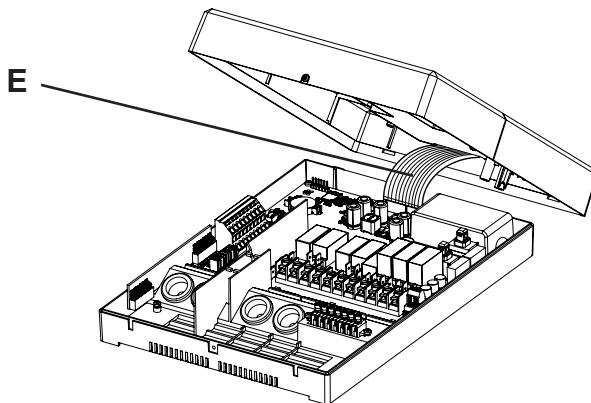

Abb.3 Flachbandkabel ausstecken
3. Ziehen Sie vorsichtig am Flachbandkabel **E** um dieses aus der Anschlussbuchse zu lösen (**Abb.3**).